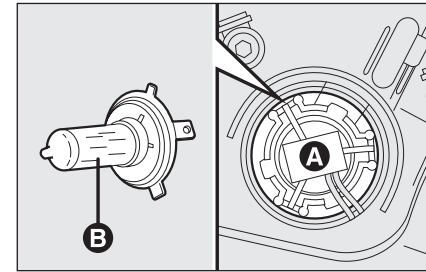

Abb. 17
- ☐ Auf den Stecker **A-Abb. 17** in der Mitte drücken und die Einheit herausziehen.